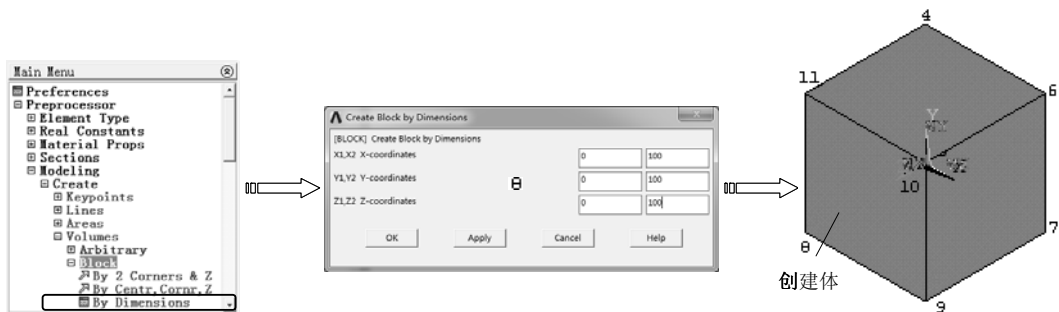

图 2-58 通过对角点生成长方体
(3) 通过对角点生成长方体 选择“Main Menu>Preprocessor>Modeling>Create>Volumes>Block>By Dimensions”命令，弹出“Create Block by Dimensions”对话框，在“X-coordinates”“Y-coordinates”“Z-coordinates”文本框中输入角点的X、Y、Z坐标，然后单击“OK”按钮创建长方体，如图2-58所示。